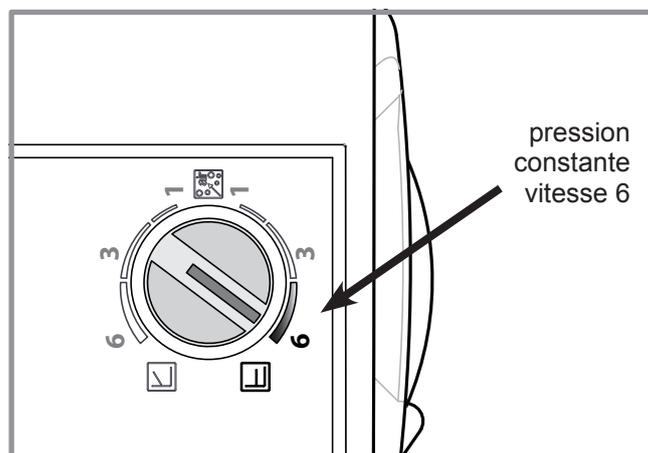

figure 13 - Vitesse du circulateur de boucle
- Vérifier que la vitesse du circulateur de boucle est sur la position  (pression constante), vitesse 6 (figure 13).